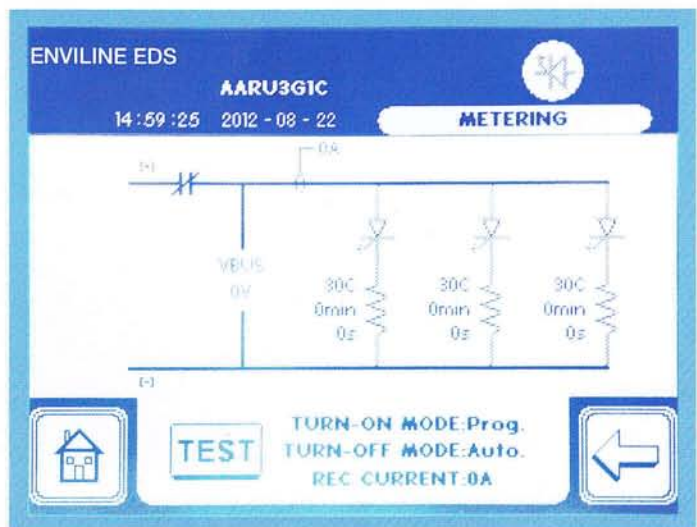

Bild 6: Benutzerfreundlicher Touchscreen des EDS
- ▶ Fortschrittliche Bedienung mit Ferntestmöglichkeit und programmierbarer Zündung zur Sicherung einer optimalen Leistungsfähigkeit und Verhinderung von Fehlauslösungen (Bild 6)